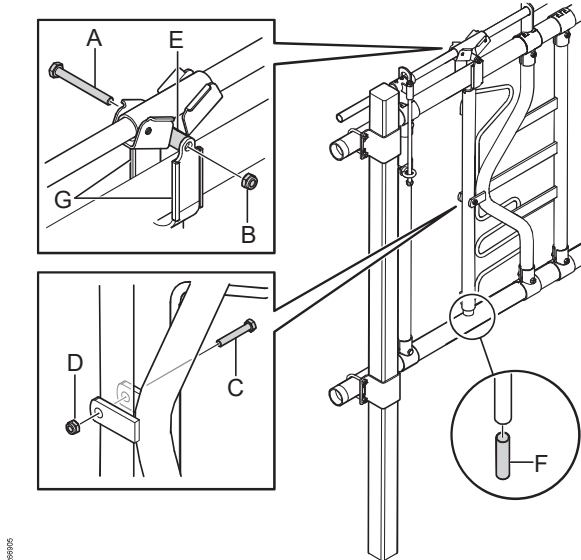

Fig. 39: Skifte hydraulikkslangen.
- Skift hydraulikkslangen (E) på skruen (A) slik Fig. 39 viser.
1. Fjern skruen (A), låsemutteren (B) og hydraulikkslangen (E) fra det gamle dreibare røret (se Fig. 39).
2. Fjern skruen (C), låsemutteren (D) og det gamle dreibare røret slik Fig. 39 viser.
4. Sidebeskyttelsen i plast (G) flyttes over fra det gamle dreibare røret til det nye slik Fig. 39 viser.
5. Fest det nye dreibare røret ved hjelp av den eksisterende skruen (C) og låsemutteren (D) slik Fig. 39 viser.
6. Monter den eksisterende skruen (A), låsemutteren (B) og hydraulikkslangen (E) på det nye dreibare røret slik Fig. 39 viser.
Merk! Del A, B, C, D, E, F og G (se Fig. 39) inngår ikke i artikkelnummer 5356000989.